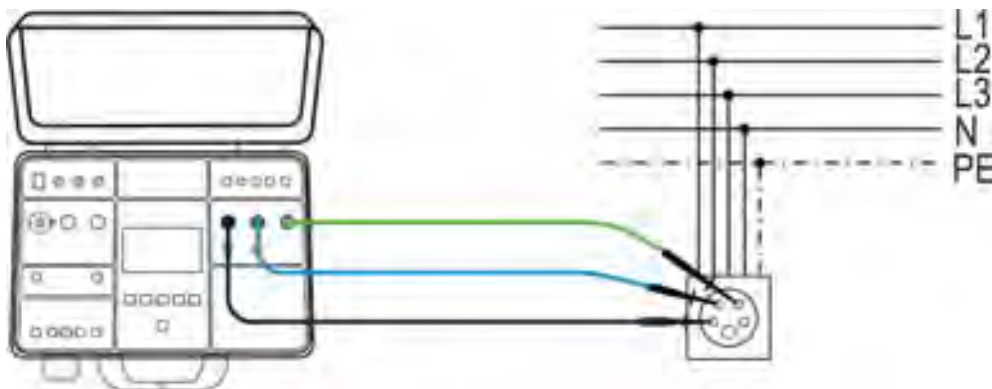

Fig. 66: Collegamento cavi di misura nella funzione PHASESEQ
2. Collegare i cavi di misura alla presa/al cablaggio in prova come mostrato nella Fig. 66